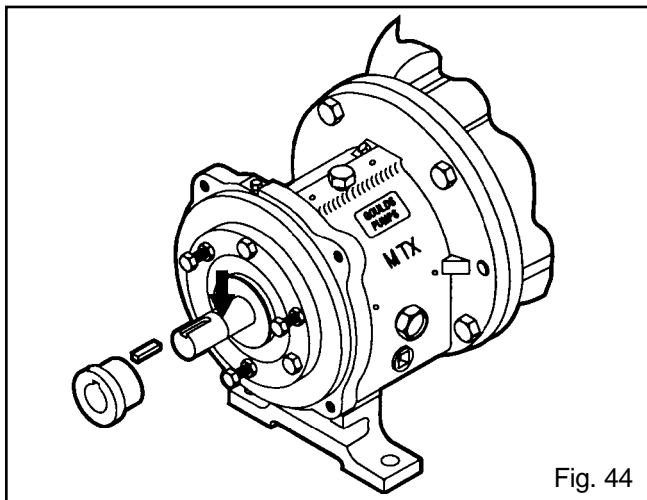

Fig. 44
12. Retire la empaadura de la carcasa (351) y deséchela. (Reemplácela con una empaadura nueva durante el rearmado.)
13. Retire los tornillos de levantamiento (418).
**NOTA: La empaadura de la carcasa (351) podría adherirse parcialmente a la carcasa debido a los aglutinantes y adhesivos en el material de la empaadura. Limpie todas las superficies de la empaadura.**
15. Apoye el adaptador para el bastidor (108) firmemente en el banco de trabajo.
16. Retire el cubo del acoplamiento (Fig. 44).